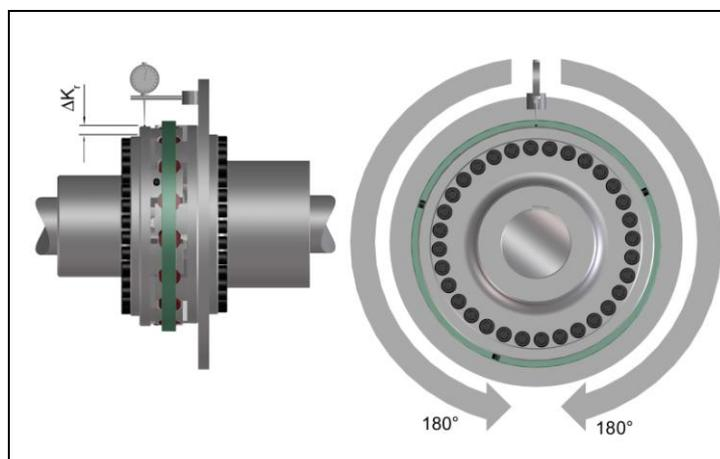

Bild 7
- Vermessen Sie eine ganze Umdrehung (360°). Ermitteln Sie dabei die größte Abweichung  $K_{r1}$  sowie die kleinste Abweichung  $K_{r2}$  (Bild 7).